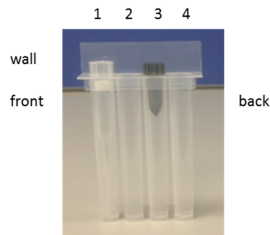

Figura 12: Disposición en el cartuchos de puntas
Asegúrese de que la punta (1) y el perforador (3) estén colocados como se muestra en la siguiente imagen (Figura 12).